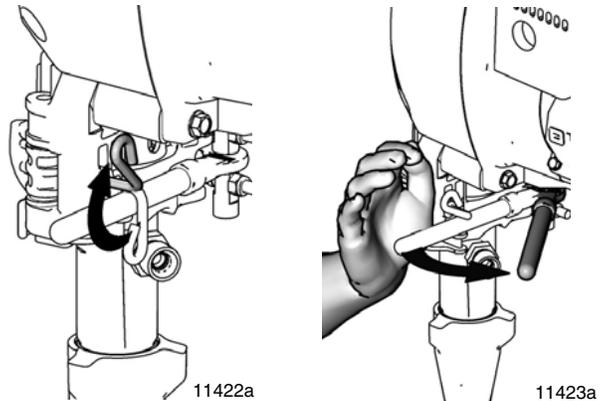

FIG. 13
- Fig. 13. Retirer les deux vis (71) et rabattre le boîtier (169a) vers le bas.